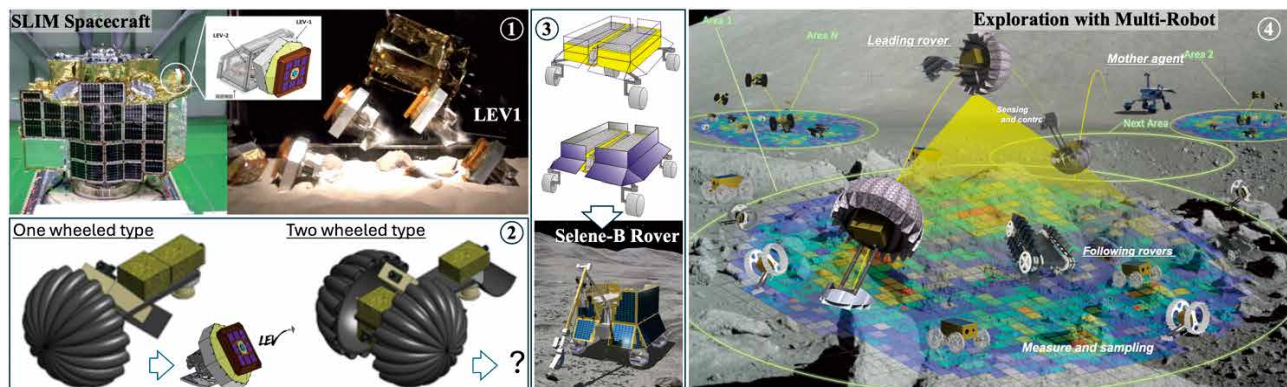
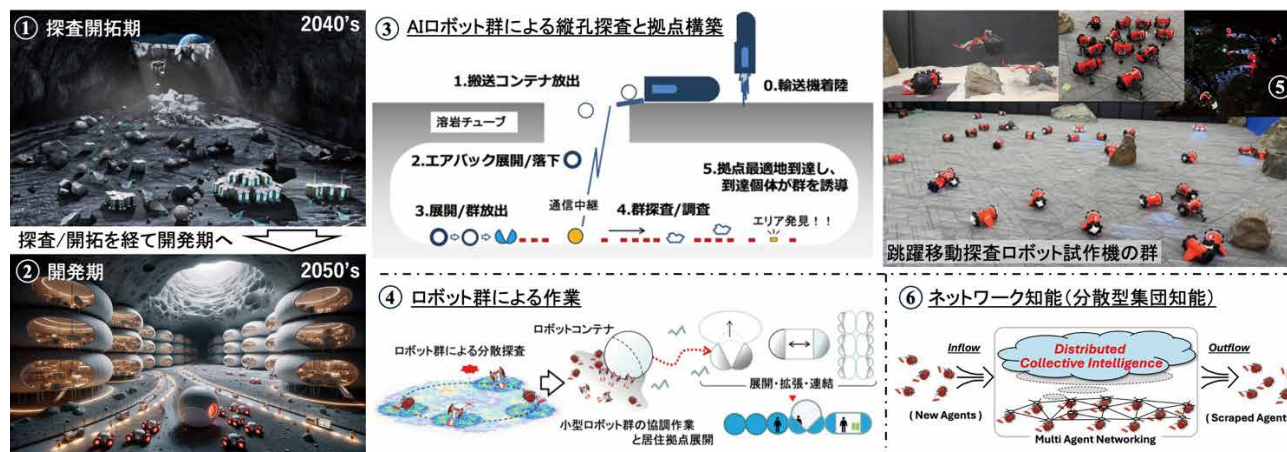
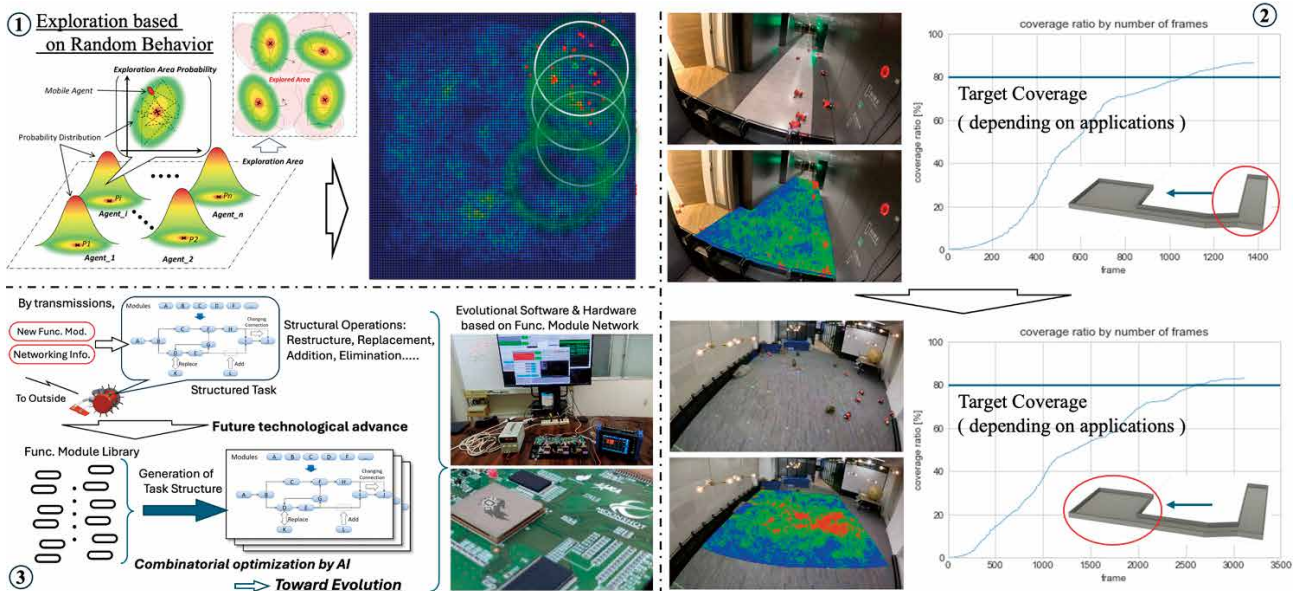

図1: 日本初の月面探査の実現を目指した25年~その先へ
図2: 2050年の月面未来都市実現に向けたAIロボット群の研究開発と未踏峰探査技術
図3：群知能、分散共有型集合知能そして機能進化型制御機構の研究開発と実現
2024年1月20日深夜、筆者は月面着陸機SLIMに搭載した小型ローバLEV1の運用画面を開発チームの一人として見つめていた。LEV1は無事、日本初の月面探査ローバとなり、世界初の月面跳躍移動、地球直接通信などを実証し今後に関わる成果を得た(図1①②)。だが月面への道のりは長かった。2007年にSELENE(「かぐや」)による月周回観測が成功し、着陸の機運が高まるが、続く着陸計画SELENE-B(2000～2004年検討)は採択されず、その後も検討は続けたが約25年間実現されなかった。SELENE-BはSELENEから分離された実験計画で、小型ローバ搭載が議論されていた。米国がローバSojournerによる火星探査を計画(1997年に成功)したことを受け、我々は小型月ローバを研究し、その成果を基にSELENE-Bローバ(図
1③)を検討した(その姿は近年の極域ローバ達に先行する)。しかし通常サイズのローバを研究しつつも、ミッション実現には技術以外の壁が感じられ、議論は徐々に小型機に移った。そして宇宙研 吉光 徹雄先生と移動する車中、着陸地点から500m程離れた直径50mの縦孔に落ちるロボットを議論し、それがLEV1の原型となった。「はやぶさ」搭載MINERVAより始まる小型機の系譜は、最初は微小重力下での摩擦不足のため、続くLEV1では移動能力低下を補う手段として跳躍を採用し、理由は異なるが脈々と繋がっている。またかつては探査機余剰重量が唯一の機会ゆえの小型機だったが、それが前向なものに代わった個人的な契機は、JAXA/JST探査イノベーションハブ(RFP3)に採択された図1④に示す次世代未踏峰探査方式の提案であった。多数の小型機を群行動させ点から面探査への転換、数を活かし高リスク環境への対応などで、その後のRFP4、そして現MS検討課題へと繋がり、宇宙研と縁が深いプロジェクトになる。
ムーンショット型研究開発事業は、10の目標(分野)で構成される。我々が所属する目標3は、AIとロボット、その融合領域を課題とし、現在8人のPMが各プロジェクトを遂行中である。その内2つが“人間が活動できない難環境”として宇宙、特に月を対象とし、2050年の未来都市構築に向けた研究開発を進める(図2①②)。我々は特に、土壌に守られ、より安全かつ安定な環境とされる溶岩チューブ(洞窟)内部を居住対象地とする。溶岩チューブは溶岩流の跡にできる横型洞窟で、
月面上に多数ある穴(縦孔)の一部は天井部が崩落した穴とされるが実際は未確認となる。宇宙研でも長く科学ミッション検討がある対象だが、MSは工学利用を主とした別検討になる。MSでは、まず図2③の様に縦孔に侵入、横穴の存在を確認、続いて探査を経て居住環境調査、適地選定、資材輸送、建築と進み前哨基地を確保(図2④)、最終的に一般の人々が居住する月未来都市(図2②)の構築を目指す。しかし横穴は月周回軌道上より観測不能で、地球上と異なる物理環境、溶岩成分(水分の有無など)などで内部状態予測が困難な未踏未知難環境となり、ロボットには高リスク過ぎる環境となる。ゆえに従来手法でのアプローチは不可能なため、中央大、宇宙研を含む国内7機関が一丸となり各種研究開発を進める(海外1機関が応用検討)。
従来、ほぼ唯一の機体で探査達成を目指すゆえ、設計・運用の際、転倒、衝突、機体損失などの様々な危険要素を排除するリスク管理のため、高性能な計測と処理を行う機器が必要であった。さらに少ない打上げ機会が多様な成果を期待するため観測機器が増加し重量増と大型化そしてコストが上昇、当然、機体数が制限され、結果、リスク回避圧力が上昇という悪循環にある。しかし超難環境を狙うには、この点での発想の転換、すなわちリスクとの対峙法を根本的に変える必要がある。そこで、あえて機能抑制しても小型軽量化し機体数を確保し数でリスクを分散・抑制(図3)、運用数および編成の自由度の向上、そして余剰重量・容積の利用による打
機体の物理性能、計測性能、処理能力を補うため、群知能と連携する分散共有型集合知能（ネットワーク知能：N知能）を個体間ネットワーク上に構築する。図3①の様に群知能では確率的動作による群生成を採用し可能な限り制御に必要な環境情報（≒センサ数）を減らす。そもそも小型機では、地形や岩で先が見えず、生成できる経路が極端に短くなり、計測制御精度も低いため経路計画が困難となる。そこで個体を空間に分散、流動化して探査能力を向上した。図3②に提案方式による探査結果を示す。洞窟を模した実験環境を右から左に区画と通路を面的に探査させ、移動中に先への経路・観測対象などが確率的に発見される。一方、N知能は、各個体の余剰処理能力による分散処理で実行され、群の編成や役割、群間協調などを担当して未知環境中を戦略的に生き抜く。ここでN知能は、図2⑥にある様に世代を超え、個体新陳代謝の流れの中で永続的に生き続けるAI機能の実体となる。
未知環境・状況への適応能力確保では機能の変更・更新さらに生成も鍵となる。機能のモジュール化により組換え可能な機能実現の仕組みにより、個体、群およびN知能の各機能を構成する（図3③）。非搭載モジュールの送信追加、モジュールの接続変更にて搭載機能は様々に構成できる。これにより様々な状況に対処し、将来的に機能の自動生成や進化へと繋げる。またネットワークを介した機能の相互利用により個体と群の能力が向上し、さらに機能群の分散実行がN知能の実行基盤になり、機体損失や通信障害等へも対処する。一方、計算機ではクロックを用いると電力と処理速度がTrade-off関係になるが、モジュール化した機能の並列実行で省電力で高速動作を実現した。現在、提案機能制御アーキテクチャを搭載し
たソフトウェアとFPGAを利用した進化型機能制御装置を開発、宇宙仕様化も視野に試験中である（図3③右）。
車輪や走行機構の小型化で移動能力は低下する。物理能力の低下に加え、サイズと障害物（凹凸や岩）数の反比例関係が影響する。一方、軽量化で運動エネルギー（または衝撃）が減少、さらに衝突・転倒などが不可避と考えれば跳躍移動が能力回復の解となる。図1②の様にLEV1では方向（1輪）と跳躍（前進）の最小構成を月面で実証試験し、MSでは探査対象との柔軟な距離調整のため2輪＋跳躍を採用、そこに月土壌との物理作用などを考慮した性能向上を検討、図2⑤の様な試作ロボットを開発した。さらに新しい発想を加えた機体、縦孔投入カプセル、拠点構築や長期探査を見据えた輸送・中継コンテナと展開構造に異種間の協働機能などのロボット技術についても研究中である。それら成果を活用し、現在、LEV1に続き、民間ミッション用の探査機のFlight Modelの開発を始めた。